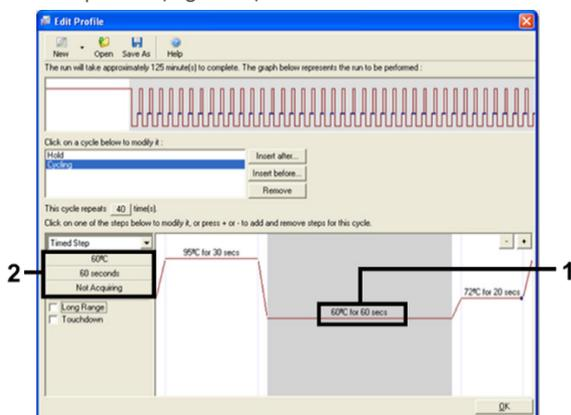

Figura 7. Passo de ciclagem a 60 °C.
9. Destaque o segundo passo e defina-o para 60 °C for 60 seconds (60 °C durante 60 segundos). Clique em Not Acquiring (Não adquirir dados) para ativar a aquisição de dados durante este passo. (Figura 7).